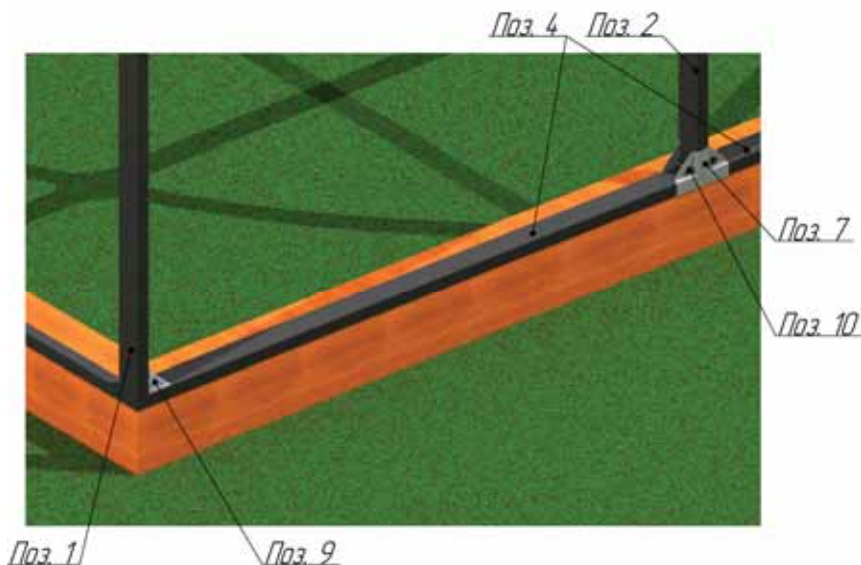

Рис. 6. Монтаж торцов с форточкой и дверью и нижнего основания на брусья
4. Соединить Поз.4 и Поз.1 с помощью оцинкованных уголков 40х40х40мм. (Поз.9). Закрепить на брусья саморезами или гвоздями (в комплект поставки не входят). Установить дуги (Поз.2) с помощью Поз.7 на Поз.4 (рис. 6).